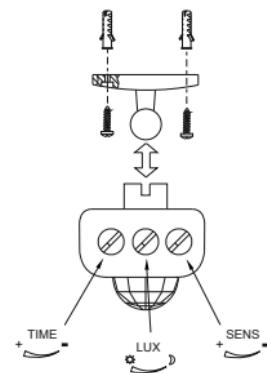

Рисунок 7 – Монтаж
– демонтировать с датчика основание, закрепленное на корпусе при помощи шарнирного соединения (рисунок 7);